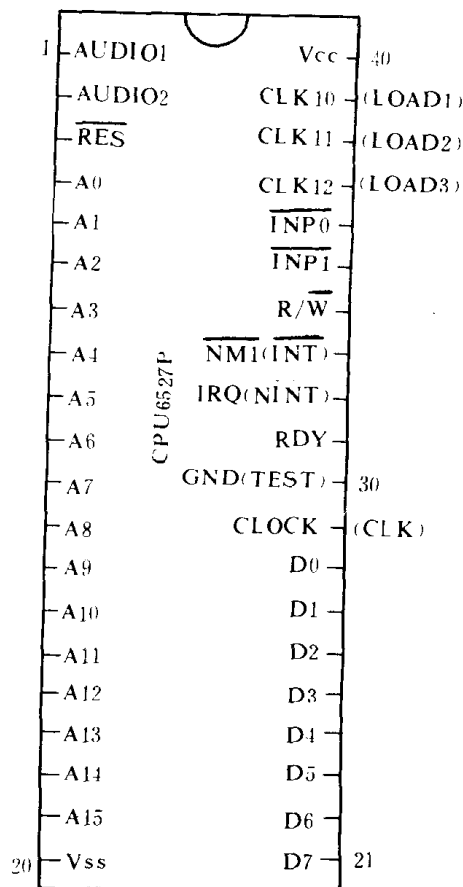
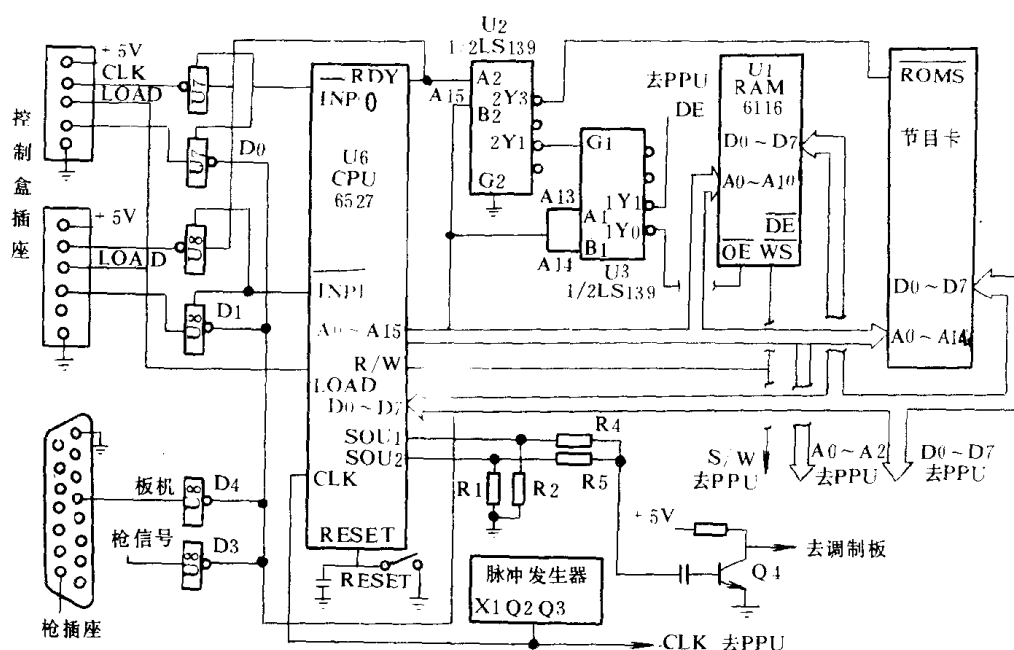
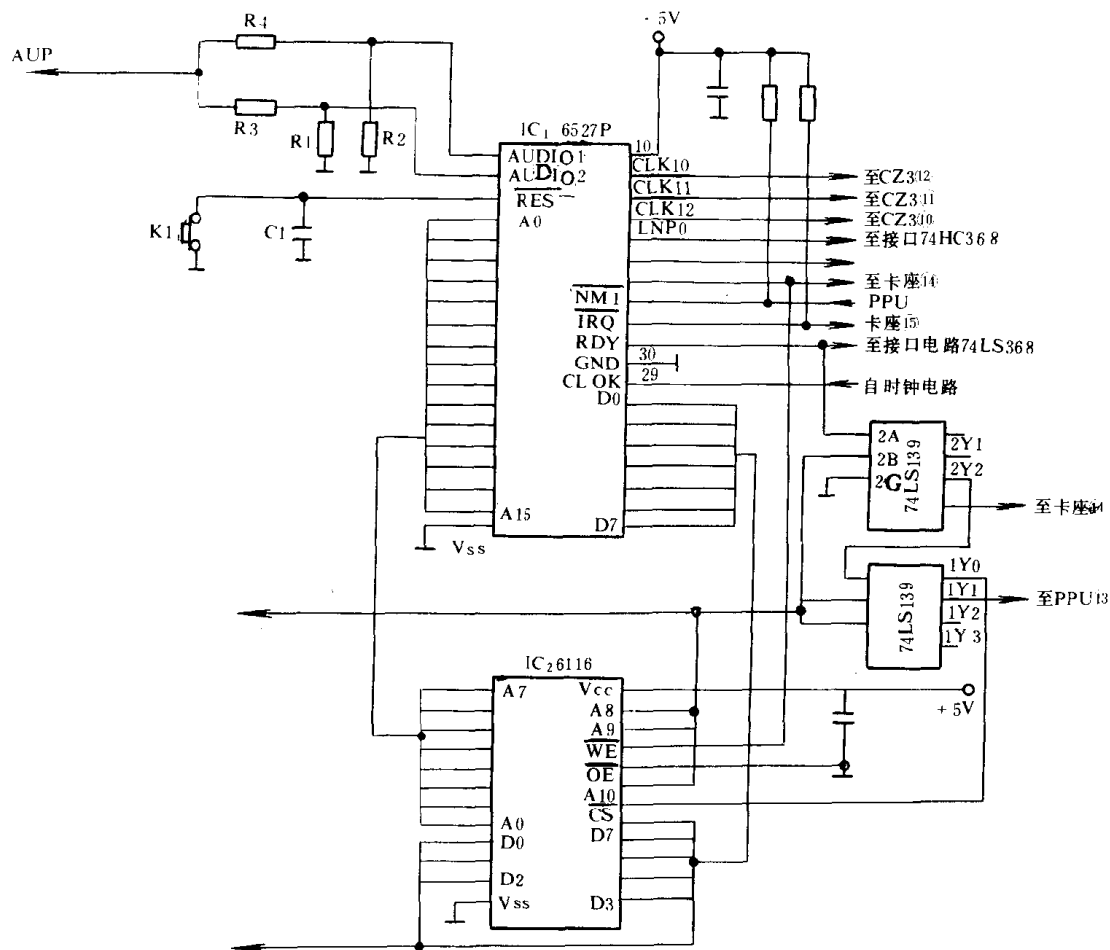

图 3.3.7 CPU6527P 引脚功能图
图 3.3.8 “IQ-301 小天才”中央处理器电路图
图 3.3.9 任天堂系列中央处理器电路图
根地址总线(AB),这是一组三态单向输出总线,采用正逻辑体制,其高阻态表示与总线开路,可让其它设备占用总线。(2)D0~D7为8根数据总线DB,这是一组双向传输总线,也呈三态。(3)电源线、地线、时钟输入信号线,分别为管脚④、②③、②⑨。(4)管脚①、②为两根音频信号单向输出线。(5)10根控制线,分别为管脚③、③①~③⑩。图3.3.7为CPU6527P芯片引出脚功能图;图3.3.8为“IQ-301小天才”游戏机中由CPU6527及内存IC6116组成的中央处理器电路图;图3.3.9为任天堂系列游戏机中由CPU6527P及内存IC6116组成的中央处理器电路图。
74LS139芯片具有两组2/4线译码器,电路中用了二个74LS139芯片。地址线A13、A14接第二个74LS139,管脚③RDY、地址线A15接另一个74LS139,译码后分别从1Y0~1Y3、2Y0~2Y3输出。两个译码器各有一个使能端1G、2G(即G1、G2),低电平有效。2G接地,使对应的译码器能始终保持使能;1G接2Y1,仅当RDY=0、A15=1时才能使2Y1=0,对应的译码器(即图3.3.8中的U3,图3.3.9中下面的74LS139)才能开始工作。若RDY=1,A15=1,则2Y3=0,2Y3通向游戏卡插座的管脚④,作为ROM的片选信号;2Y0、2Y2闲置不用。当A13=A14=0时,1Y0=0,1Y0作为RAM6116的选通信号(低电平有效);当A13=0,A14=1时,1Y1=0,1Y1通向PPU芯片,作为PPU芯片的选通信号。表3.3.1归纳了上述RDY、A13~A15四根信号线经74LS139译码后选中的芯片及对应CPU的有效地址。
在图 3.3.8 中,石英晶体 X1 与晶体三极管 Q2、Q3 组成的 $f = 21.47727\text{MHz}$ 脉冲发生器,把时钟送往 CPU;当电源向 CPU 管脚③的外接电容(管脚为复位端)充电时,CPU 根据引脚③的跳变信号开始执行节目卡 ROM 中游戏调度程序;RAM6116 则寄存 CPU 的数据,CPU 再把图象信号送给 PPU 加工成 PAL 全电视信号。CPU 在处理游戏调度程序的同时,根据程序的要求在 CPU 内部将音响数据变换成模拟信号,从管脚①、②输出,而控制盒 I、II 或手枪的信号通过 INP0、INP1 端口协调送往 CPU 的数据口。